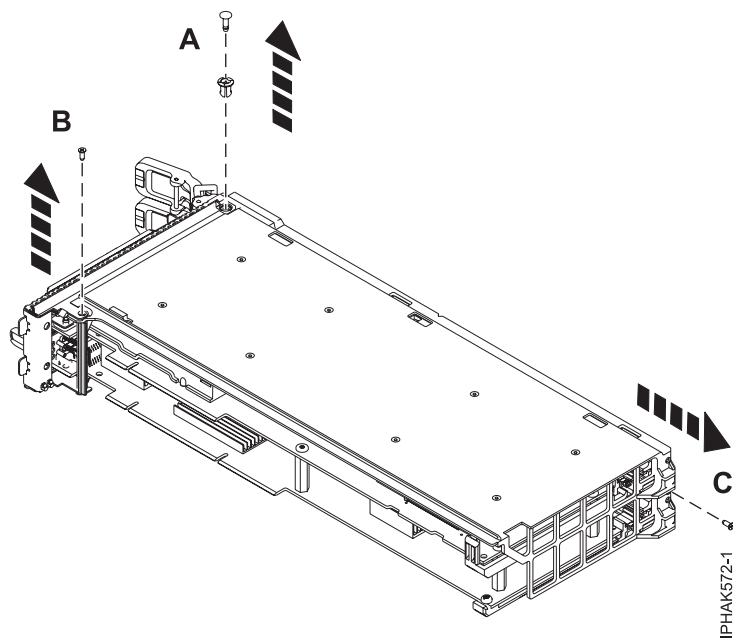

Figure 65. Retrait de la goupille poussoir et des vis
3. Retirez la goupille poussoir (A) de la partie supérieure du bloc-cassette par la contre-poupée. Voir figure 65, à la page 77.
4. Retirez la vis (B) située au bas de la contre-poupée. Voir figure 65.
5. Retirez la vis (C) de l'arrière du bloc-cassette. Voir figure 65.